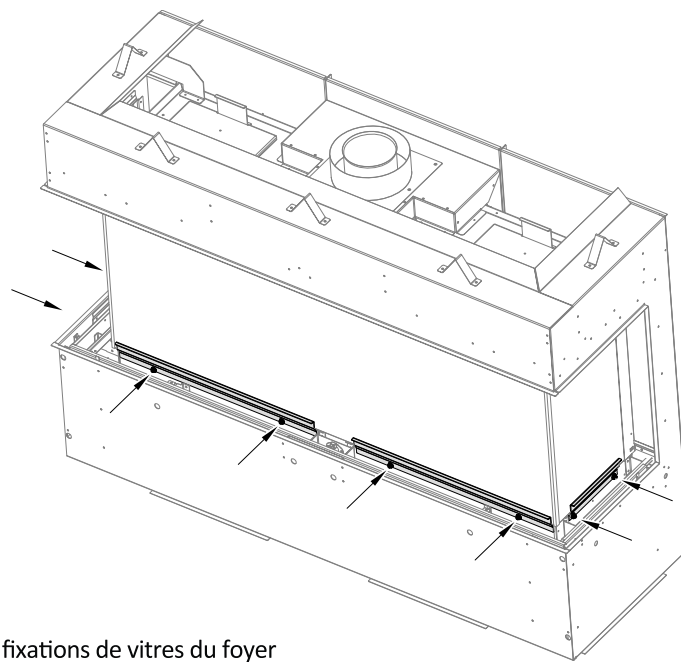

Figure 4.7 - Emplacement des fixations de vitres du foyer
3. Retirez les écrous 7/16 po qui retiennent la fixation supérieure de la vitre et retirez cette fixation pour la vitre de façade, tel que montré à la Figure 4.7. Conservez cette fixation pour réinstaller la vitre.
4. Desserrez les écrous 7/16 po qui retiennent les fixations inférieures de la vitre, tel que montré à la Figure 4.7. Il n'est pas nécessaire de retirer ces fixations.
4. Fixez la dernière fixation de vitre latérale avec les écrous 7/16 po. Serrez tous les écrous 7/16 po qui tiennent en place les fixations supérieure et inférieure, tel que montré à la Figure 4.7.